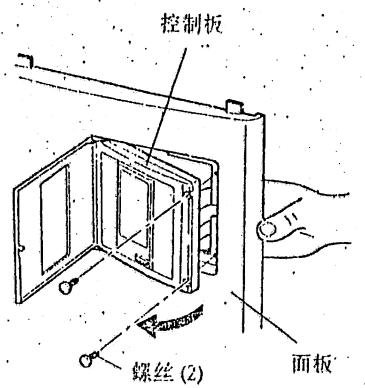

图 36
③ 从面板拆下控制板
- 旋出将控制板固定于面板的螺钉。(图36)
- 将右手放在控制板的后右侧，并且往前压出。控制板就易于从面板上拆下来。(图36)